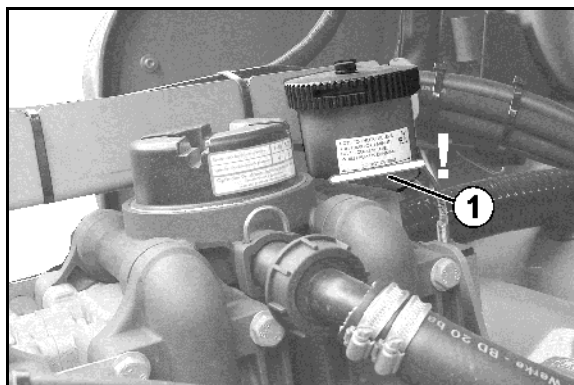

Рис. 198
2. Продуйте испаритель (Рис. 198/2) и радиатор водяного отопления (Рис. 198/3) сжатым воздухом (максимум 5 бар).
3. Замените поврежденные уплотнения (Рис. 198/1) под крышкой.